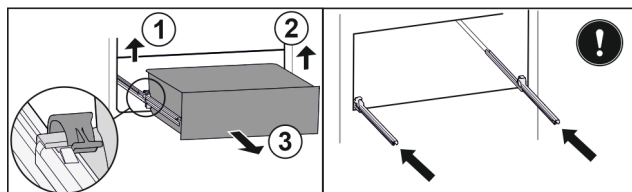

Fig. 104
- ▶ 提起左侧夹子，同时将抽屉左侧向前拉。 Fig. 104 (1)
- ▶ 提起右侧夹子，同时将抽屉右侧向前拉。 Fig. 104 (2)
- ▶ 朝前取出抽屉。 Fig. 104 (3)